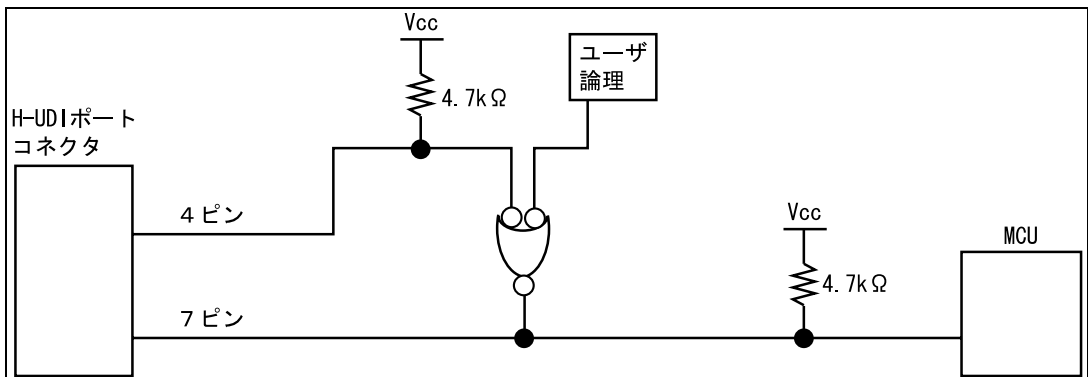

図 1.6 RES#端子の結線
3. H-UDI ポートコネクタの 4 ピンの RES#端子は E10A エミュレータが MCU に対して出力する信号線です。ユーザ論理のリセット回路と 4 ピンの RES#端子を図 1.6 のようにして、MCU に結線してください。また、H-UDI ポートコネクタの 7 ピンの RES#端子は E10A エミュレータコネクタが MCU の RES#端子をモニタする信号線です。プルアップの上、H-UDI ポートコネクタの 7 ピンに結線してください。